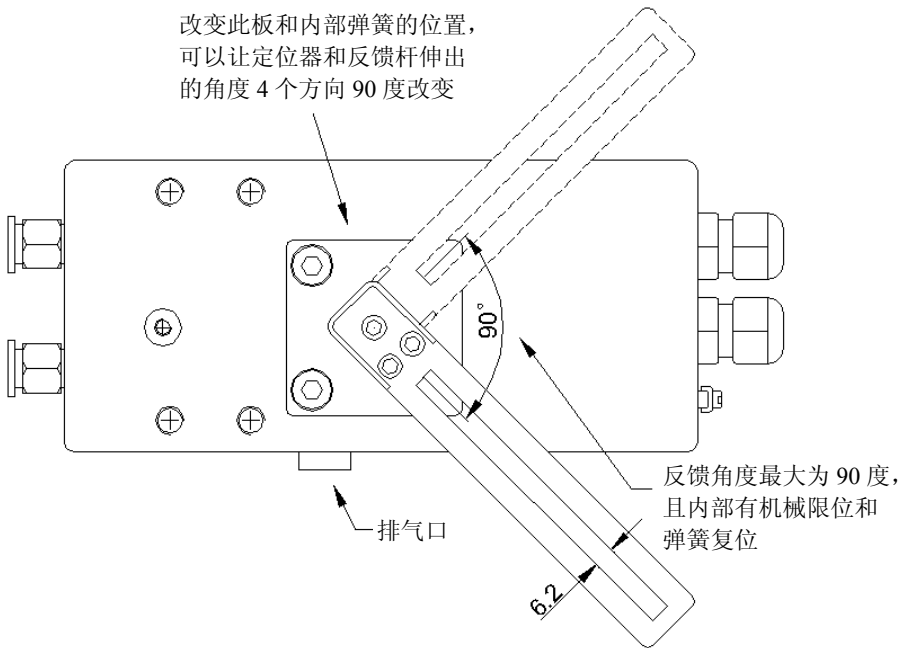

图 4 反馈杠杆安装图
- 4、如需定位器安装到其他方向, 可以按图 4 将反馈杠杆调到 4 个不同 90 度的方向。